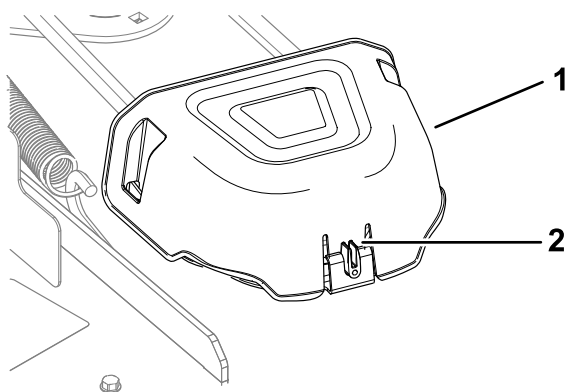

Figure 48
4. Appuyez sur la languette du couvercle pour déposer le couvercle des poulies (Figure 48).